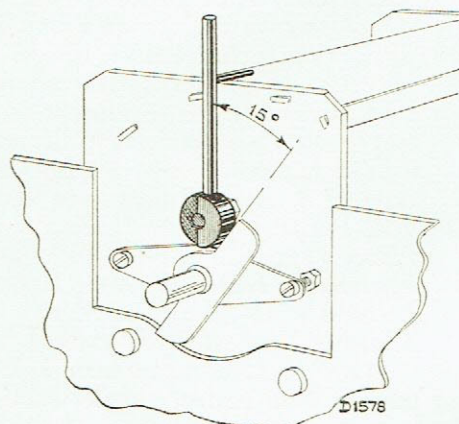

Fig. 5
2. Placer un calibre de 15° (fig. 5) et tourner le condensateur d'accord de façon à lui donner la plus faible capacité.